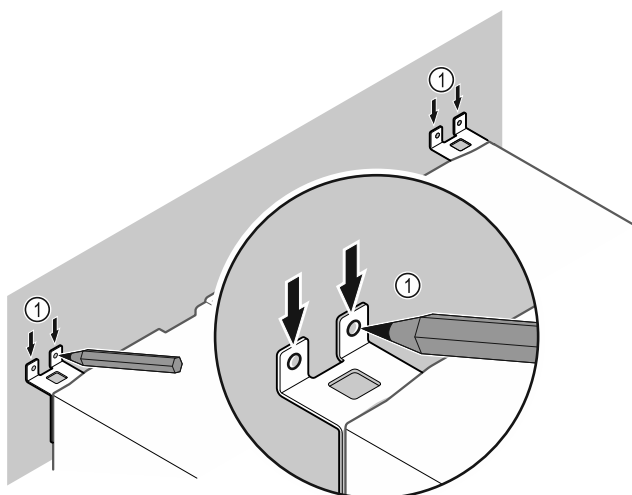

Fig. 10
- ▶ Wykonać zaznaczenia na ścianie Fig. 10 (1).